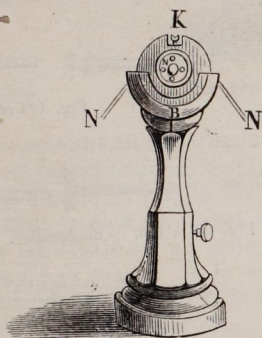

Fig. 142.
Dans la figure 142, le touret est vu par devant et encore sans chapeau. On voit de profil la partie inférieure du tonnelet (B)